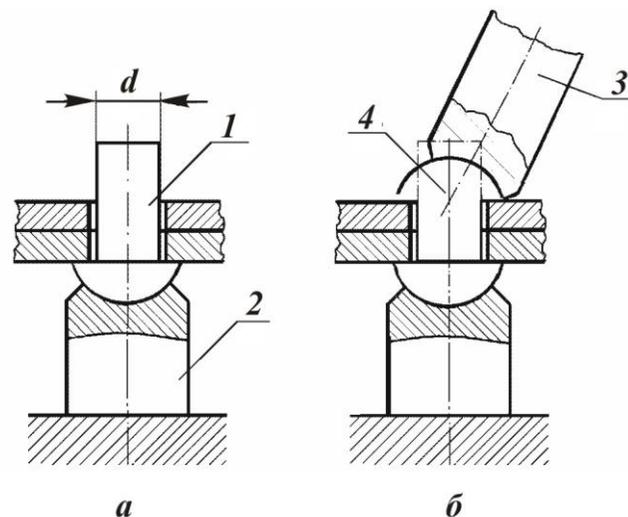

Рис. 5.27
*Заклепка* (рис. 5.27, а) – цилиндрический стержень 1 круглого поперечного сечения, на конце которого имеется закладная головка 2. Стержень заклепки вводят в просверленное (или продавленное) в соединяемых частях конструкции отверстие так, чтобы закладная го-
В процессе клепки выступающая часть цилиндрического стержня под ударами молотка или под давлением специальной клепальной машины на обжимку 3 превращается (расклепывается) в другую, так называемую *закрывающую головку* 4 (рис. 5.27, б).